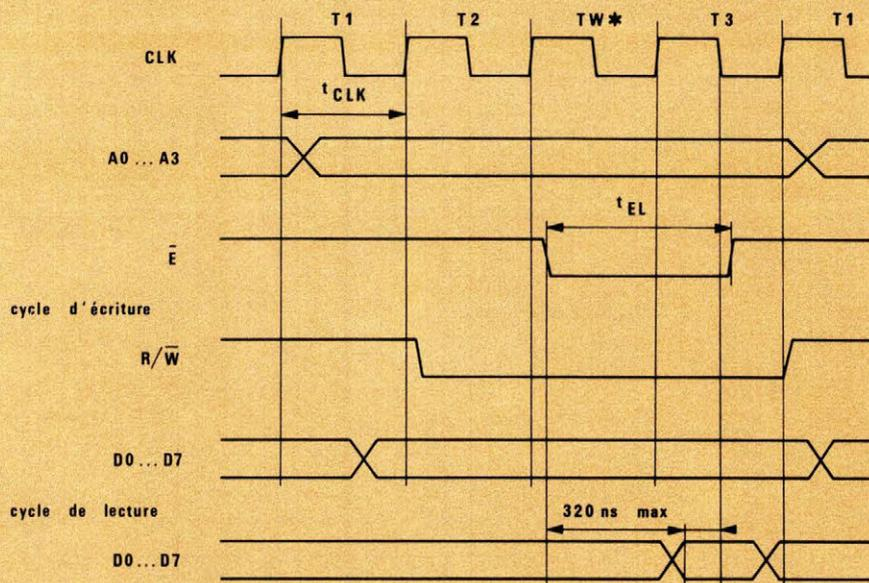

Fig. 4. - Signaux obtenus avec le premier interface au Z-80 A.
- $R/\overline{W}$  descend quand  $\overline{WR}$  descend et remonte sur le front montant de CLK suivant la remontée de  $\overline{WR}$  (fig. 4).